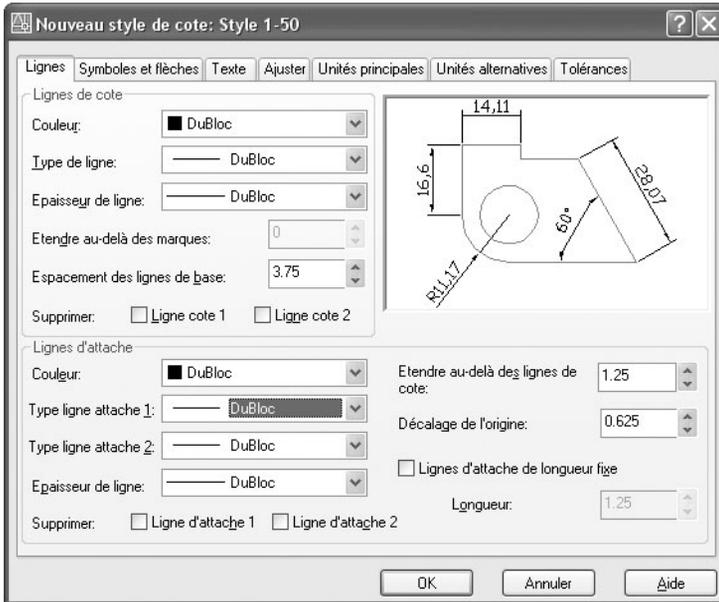

Fig.9.5
- Cliquer sur l'onglet **Lignes** (Lines) (fig.9.5).